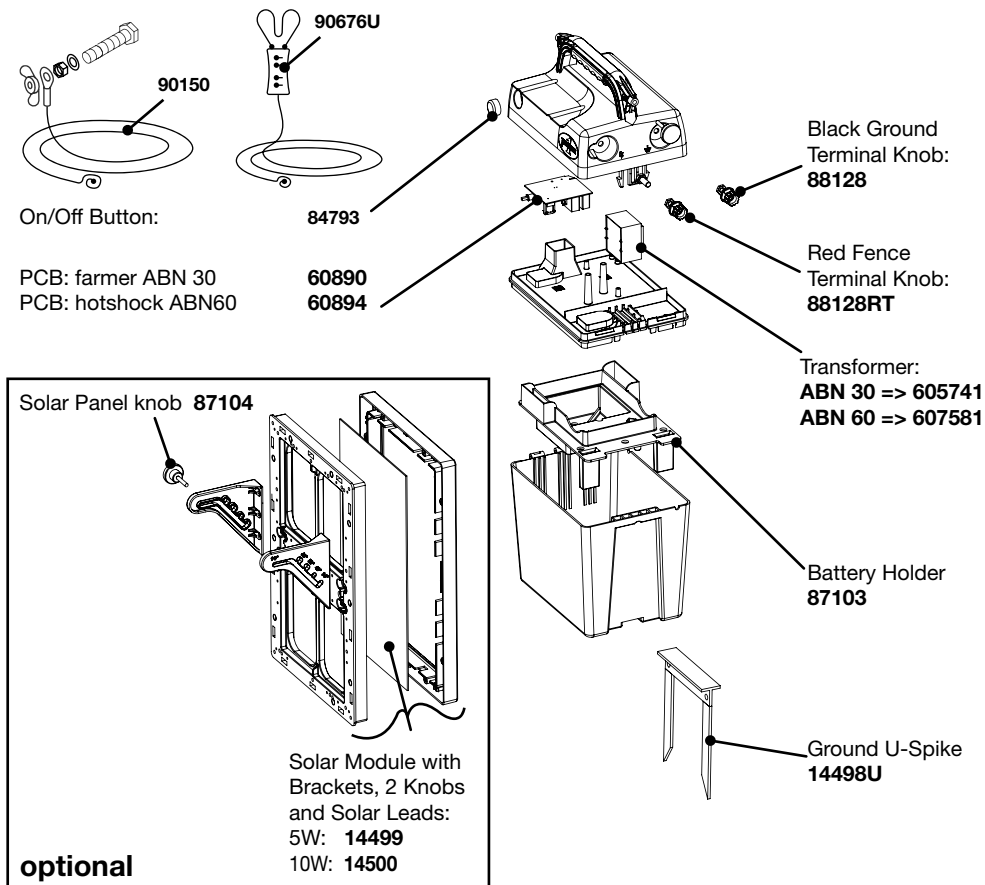

Fig. 2a
Om een diepontlading te voorkomen, moet u de accu uiterlijk laden, wanneer deze voor 80 % leeg is (nog slechts 20% laadvermogen. De accuaanduiding (pag.34/FIG.2a **①**) licht op:
Gebruik voor het bedrijf op 230V netspanning uitsluitend de netadapter 47PSU0010EU/UK zoals dit op de tussenplaat in het apparaat staat aangegeven! Na enkele seconden hoort u een gelijkmatig tikken; het apparaat is in gebruik. De hekwerkspanningsaanduiding (pag. 14/FIG.2a / **①**) licht op volgens het ritme van de elektrische impulsen. Met de netadapter kan een aangesloten 12V-accu in parallelbedrijf makkelijk worden geladen. Bij uitvallen van de 230 V-voeding wordt het apparaat door de accu gevoed.